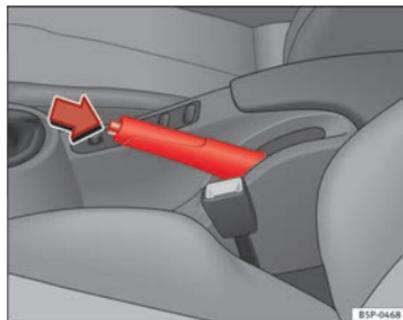

Fig. 152 Travão de mão entre os bancos dianteiros
- Puxe com força para cima a alavanca do travão de mão ⇒ Fig. 152.
- Puxar a alavanca um pouco para cima, pressionar o botão de desbloqueio no sentido da seta ⇒ Fig. 152 e fazer descer completamente a alavanca ⇒ △. ▶